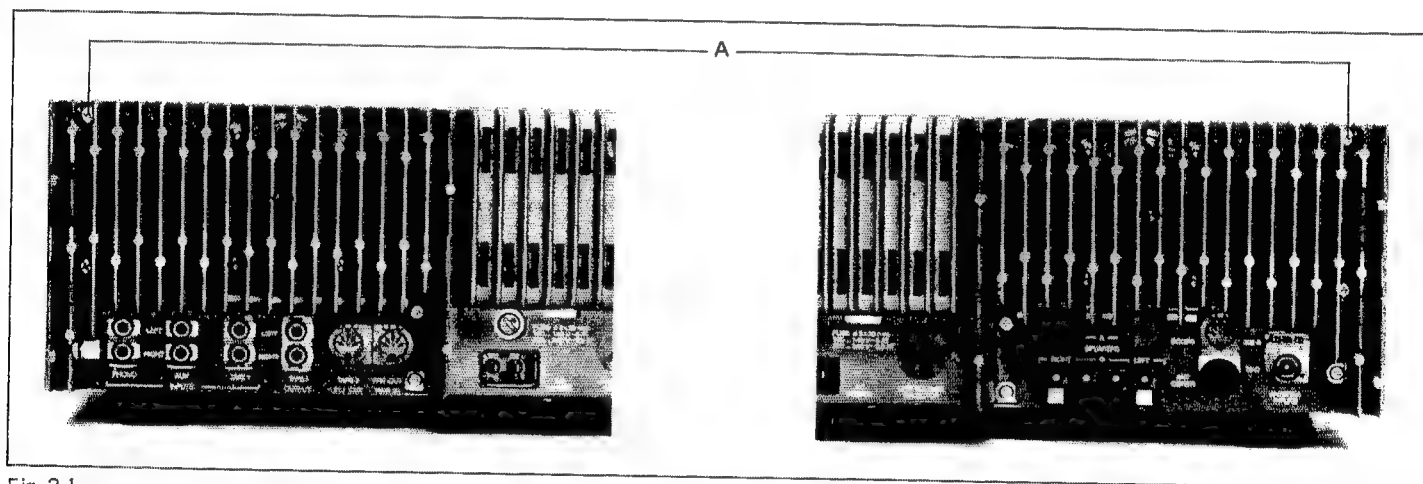

Fig. 2.1
- An der Rückseite 2 Schrauben (A) (Fig. 2.1) lösen.
- Unfasten 2 screws (A) (Fig. 2.1) on the rear.
- Dévissez les 2 vis (A) (fig. 2.1) à l'arrière de l'appareil.